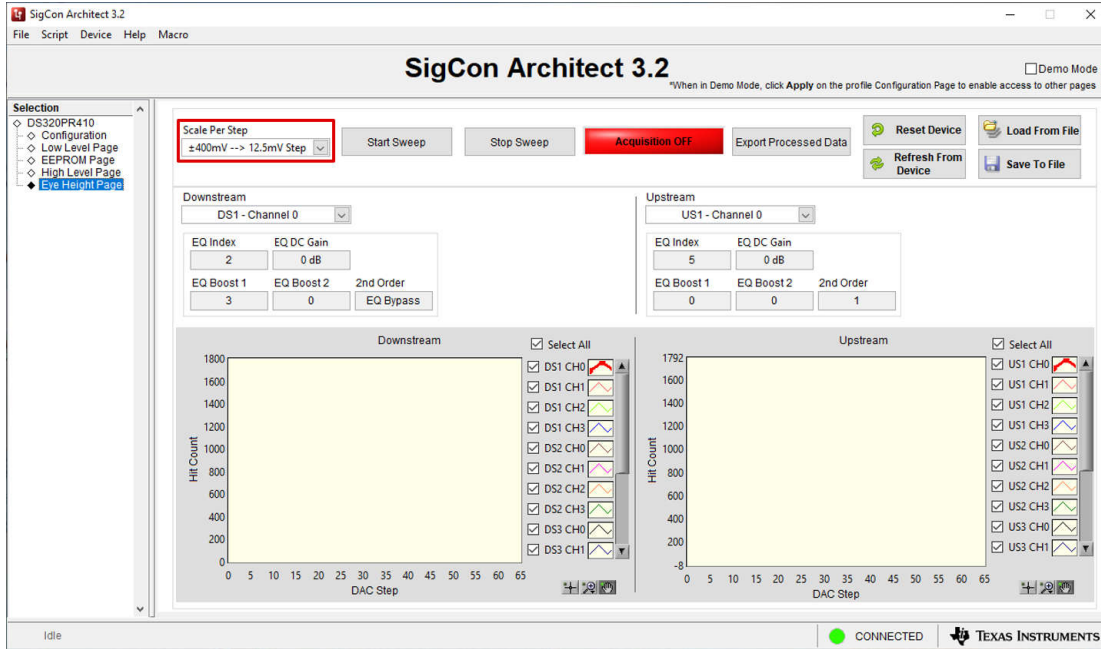

图 6-1. 眼高页面：每个阶跃的标度
1. 为 **EyeScan** 捕获选择所需的 **Scale Per Step**，如图 6-1 所示。该参数确定 **EyeScan** 操作的捕获电压范围，如果需要，可提供四个用于增加粒度的选项。默认情况下，该参数被设置为 $\pm 400\text{mV}$ (12.5mV 阶跃)。